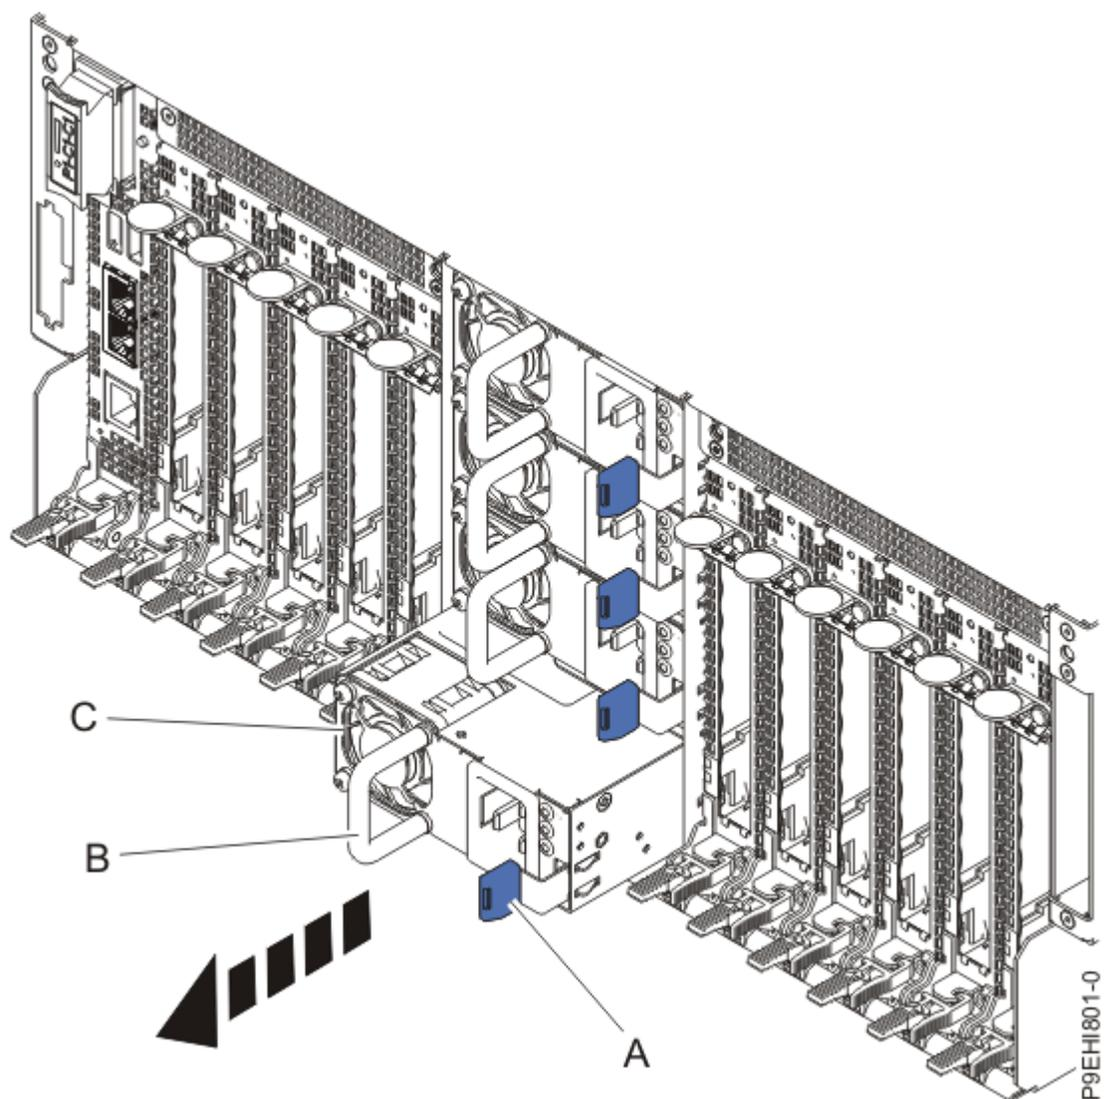

図 6. システム・シャーシの背面からの電源装置の取り外し
3. ロッキング・タブ **(A)** を左に押します (8 ページの図 6 を参照)。
4. 8 ページの図 6 に示すように、ハンドル (B) を使用して、電源装置を引いてシステムから取り外します。